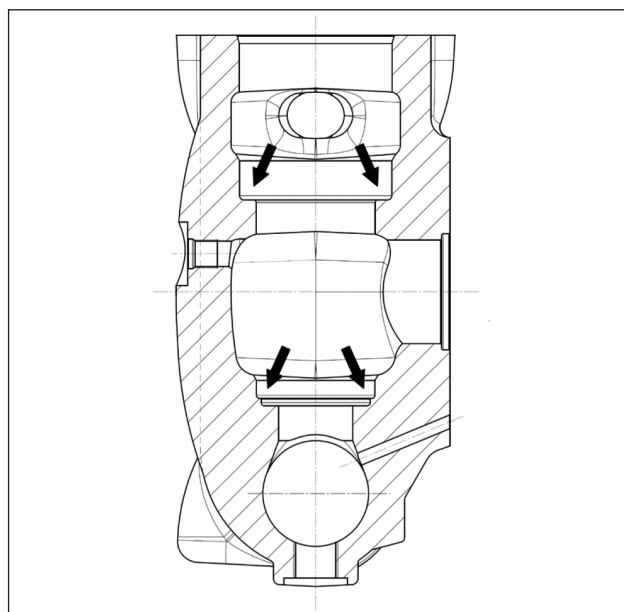

Fig. 115
Antes de reposicionar os grupos da válvula, limpe e enxugue perfeitamente as relativas ranhuras no cabeçote, indicadas pela seta (pos. ①, Fig. 115).